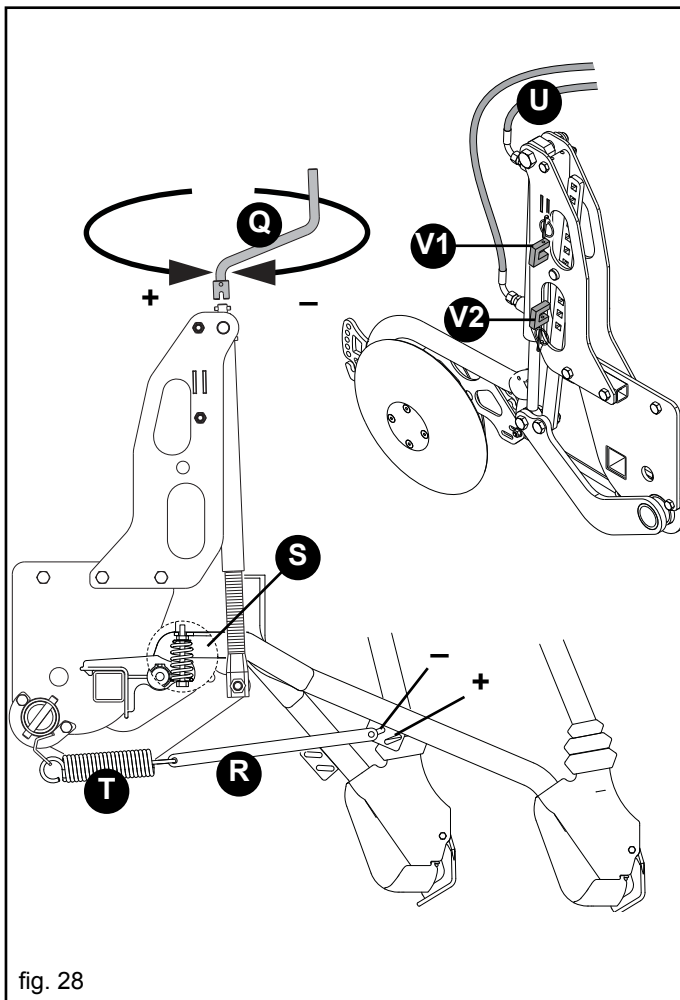

fig. 28
Die Aussaattiefe wird mit einer Kurbel gleichzeitig für alle Scharren eingestellt. Beim Drehen dieser Kurbel (Q, Abb. 28) im Uhrzeigerichtung üben die Scharren mittels der Zugfedern einen größeren Druck auf den Boden aus und das Saatgut fällt automatisch tiefer in den Boden.
Nur mit Stiefelscharenreißern ist als Zubehör eine Feder (S, Abb. 28) verfügbar, die das Gewicht des einzelnen komplett entlasteten Federelements (T) annulliert. Dadurch wird eine oberflächliche Saatgutsstreuung ermöglicht.
Auf Antrag kann die errichtende Maßeinheit mit hydraulischer Regelung des Drucks der Furche Öffner ausgerüstet werden (U, Fig. 28). Diese Vorrichtung wird anstatt der manuellen Einstellerschrauben (Fig. 28) gepaßt und angeschlossen durch die speziellen hydraulischen Schläuche an den Traktorverteiler (doppelter Effekt). Die Vorrichtung wird bearbeitet, indem man den Hebel des Traktorverteilers verschiebt.
Die Blöcke (V1-V2, Abb. 28) begrenzen jeweils des Höchst- und Mindestdruck der Säscharenreißer und dienen als Endanschlag des ölhydraulischen Zylinders.